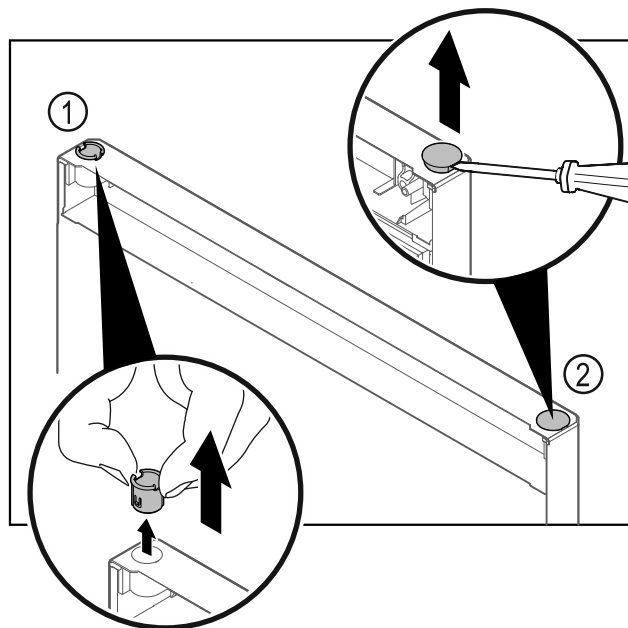

Fig. 25
- Vytiahnite puzdro závesu Fig. 25 (1) prstami.
- Plochým skrutkovačom opatrne nadvihnite kryciu zátku Fig. 25 (2) a vytiahnite ju.